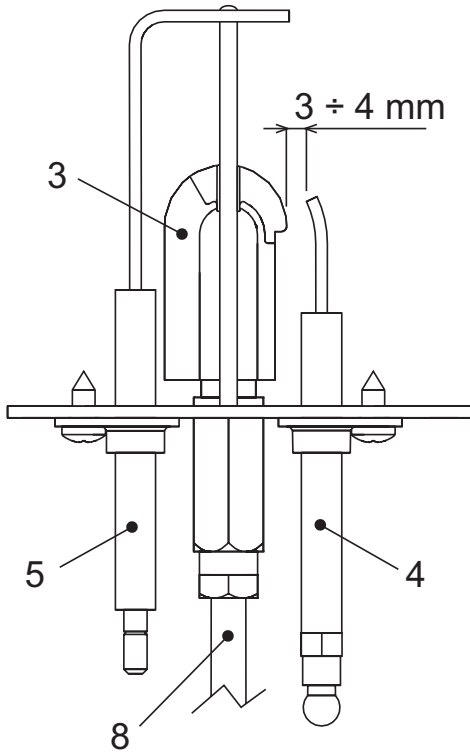

fig. 11 -
- Los electrodos no tengan incrustaciones y estén bien ubicados (fig. 11).
- Controlar que los electrodos estén bien ubicados y no tengan incrustaciones (fig. 11).